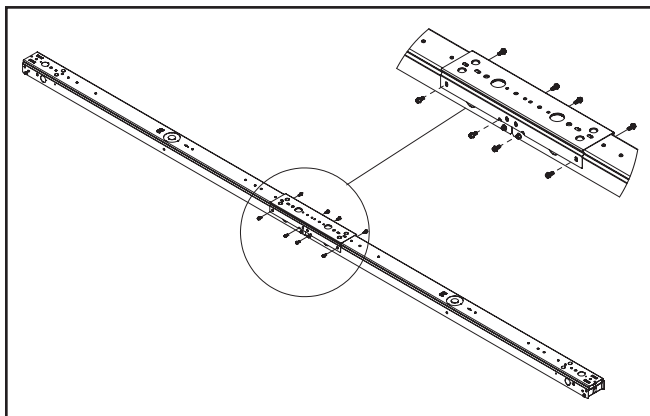

Figure 4.
4. Installez les vis pour fixer le raccord de canal. (Figure 4.)